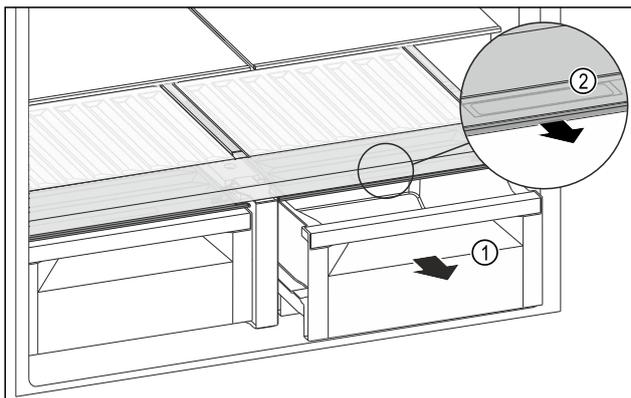

Fig. 131
- ▶ Retirer le tiroir Fig. 131 (1).
- ▶ Saisir la poignée encastrée Fig. 131 (2) du couvercle du compartiment et tirer le couvercle du compartiment par l'avant.